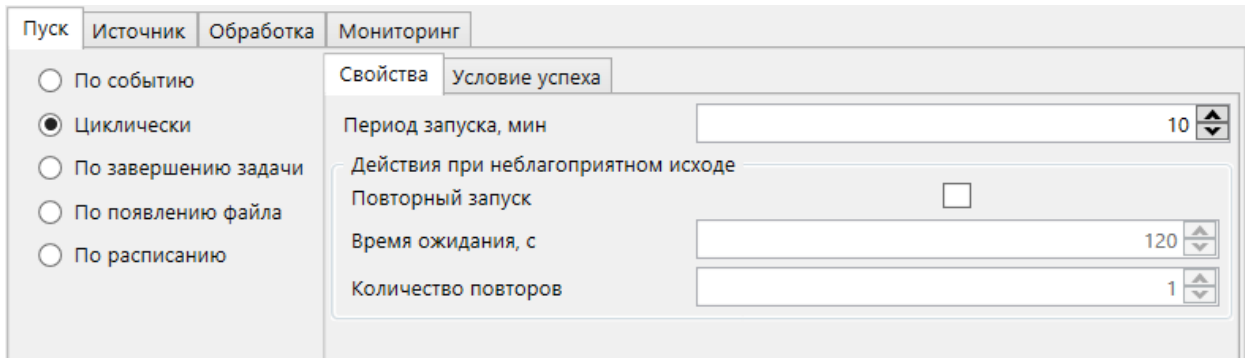

Рисунок 256 – Режим запуска обработчика файлов «Циклически»
- «Циклически». Запуск обработчика файлов выполняется периодически. Настройка периода запуска обработчика файлов и повторный запуск выполнения обработчика файлов по условию успеха (таблица 193, описание группы параметров «Действия при неблагоприятном исходе») выполняются в подразделе **Свойства** режима запуска «Циклически» (рисунок 256). Условие успеха выполнения обработчика файлов настраивается в подразделе **Условие успеха** режима запуска «Циклически»;